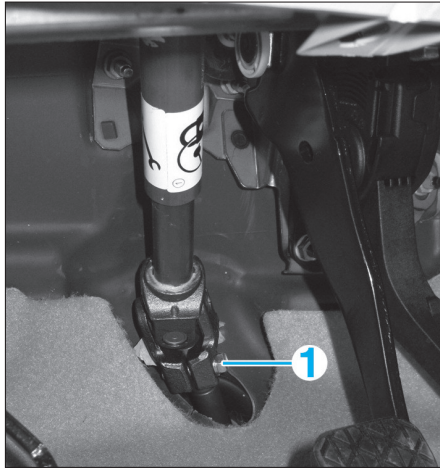

Fig. 9
- Déposer la vis (1) de la chape rabattable puis désaccoupler cette dernière du boîtier de direction (Fig.9).